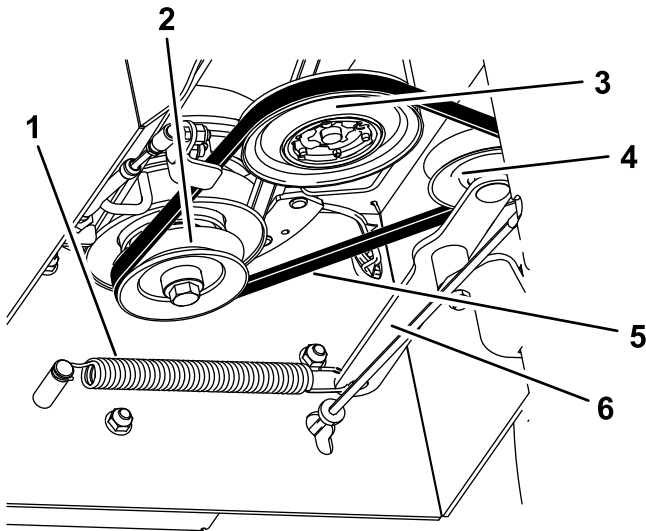

Figure 32
4. Décrochez le ressort d'extension du bras de la poulie de tension (Figure 32).
6. Enroulez la courroie de transmission neuve autour des poulies d'embrayage, de transmission et de tension (Figure 32).